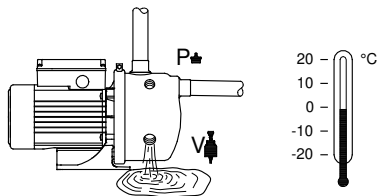

**Fig. 7** Curățarea rotorului
7. Verificați dacă rotorul (poz. 49) nu este murdar. Curățați rotorul folosind o perie sau jet de apă, dacă este cazul. Vezi fig. 7.